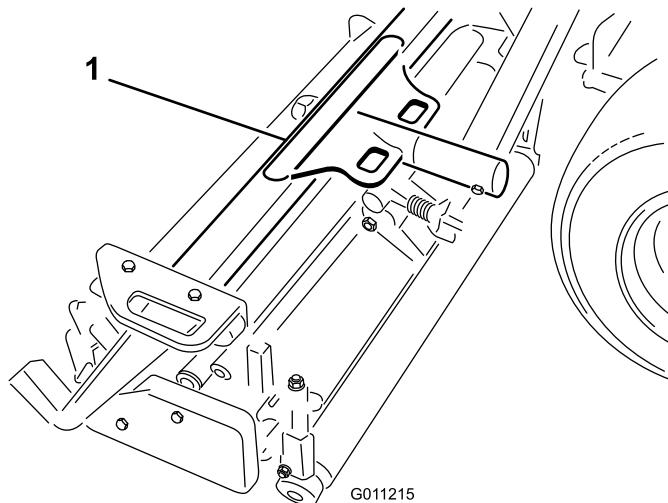

Figura 17
2. Posicione uno de los bastidores de tiro delanteros (Figura 17) en cada unidad de corte delantera. Alinee los taladros de montaje con los acoplamientos de montaje, según se muestra en Figura 19.